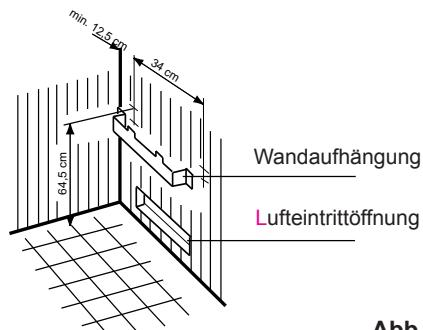

Abb. 2
1. Wandhalterung gemäß Abb. 2 + 3 mittig über Lufteintrittsöffnung mit den beigefügten Spanplattenschrauben an der Kabinenwand festschrauben. Hierbei beachten, dass der seitliche Abstand zwischen Saunaheizgerät und Kabinenwand mindestens 7 cm betragen muss.